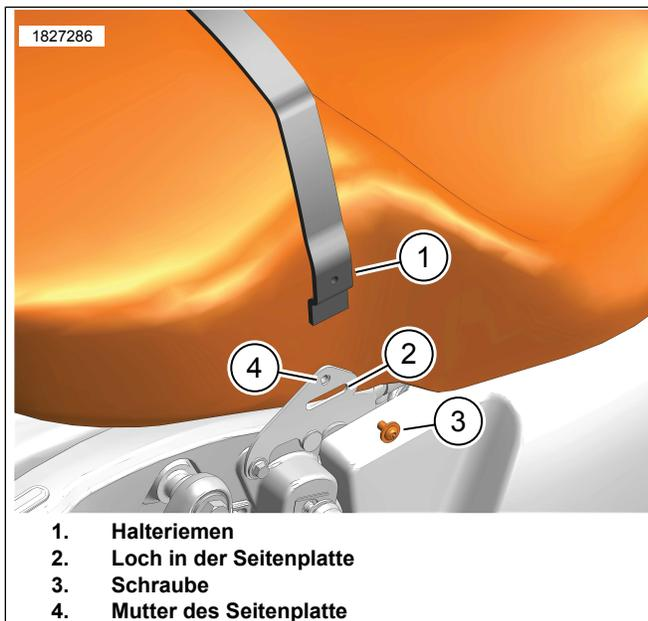

Abbildung 4. Einbau des Sitzhalteriemens
2. **Sätze 52000638, 52000640:** Siehe Abbildung 4. Den neuen Halteriemen einbauen.
- a. Den Halteriemen (1) in das Loch in der Seitenplatte (2) einführen.
- b. Das Loch im Halteriemen an der Mutter (4) der Seitenplatte ausrichten.
- c. Die Schraube (3) anbringen. Festziehen.